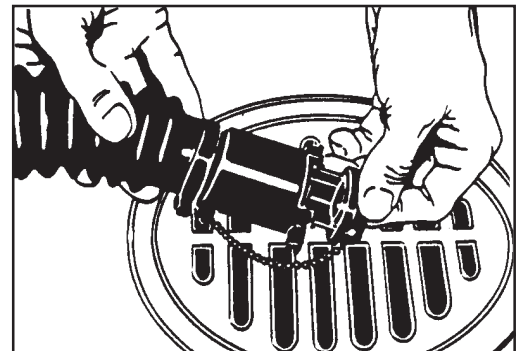

Figure 27
- 1.) Tournez la vanne vers la gauche pour dégager l'ouverture de drainage (figure 27).